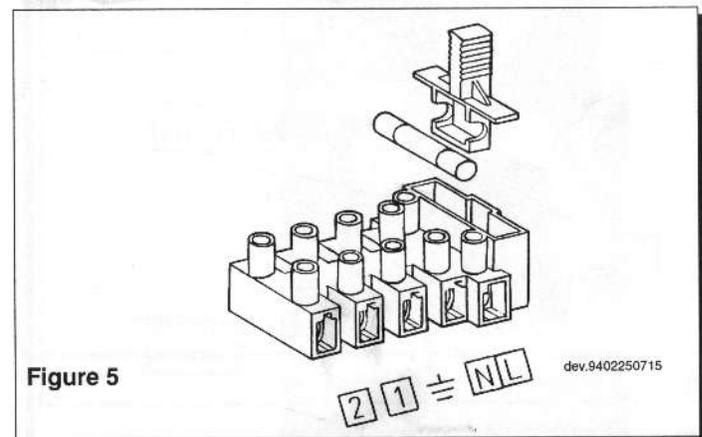

Figure 5
- * accéder au bornier d'alimentation (figure 5) comme d'après la description donnée au chapitre précédent;
- * enlever le pont présent sur les bornes (1) et (2);